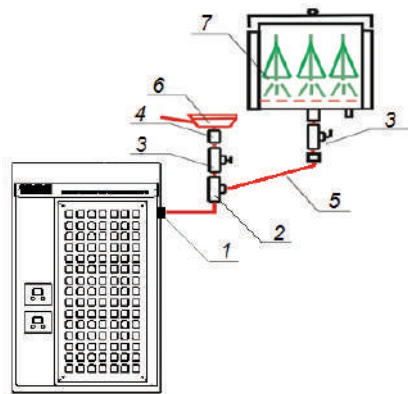

Рис. 6
2.1.2.7 В качестве опции к электрической печи возможно подключение Фитозапарника и (или) Веникозапарника в соответствии со схемой подключения (рис. 6.) К штуцеру отбора пара (поз. 1, рис. 6) через кран (поз. 3, рис. 6) подключается Фитозапарник (поз. 6, рис. 6), или, посредством гофрированной трубы из нержавеющей стали (поз. 5, рис. 6), Веникозапарник (поз. 7, рис. 6). При одновременном использовании Фитозапарника и Веникозапарника используется тройник (поз. 2, рис. 6).